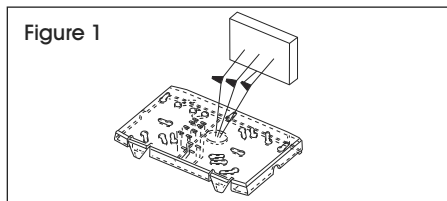

Figure 1
3. Branchez à l'alimentation CA. (Voir Figure 1)